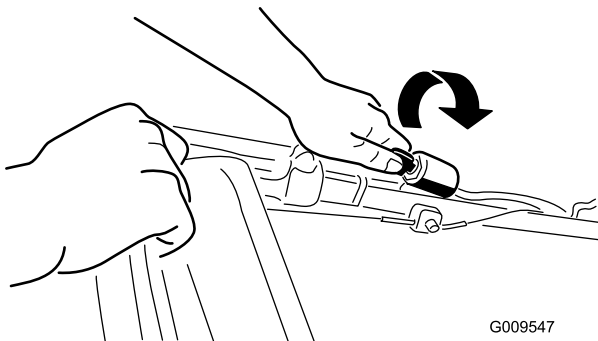
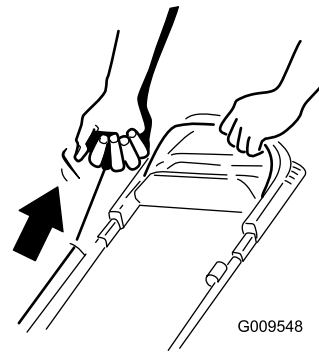

Bild 12
Bild 13
2. Drehen Sie den Zündschlüssel (Bild 12) (nur Modelle mit Elektrostart) oder ziehen Sie am Rücklaufstarterbügel (Bild 13).
Hinweis: Ziehen Sie leicht am Rücklaufstarterbügel, bis Sie einen Widerstand spüren. Ziehen Sie ihn dann kräftig durch (Bild 13). Lassen Sie das Seil langsam zum Bügel zurücklaufen.